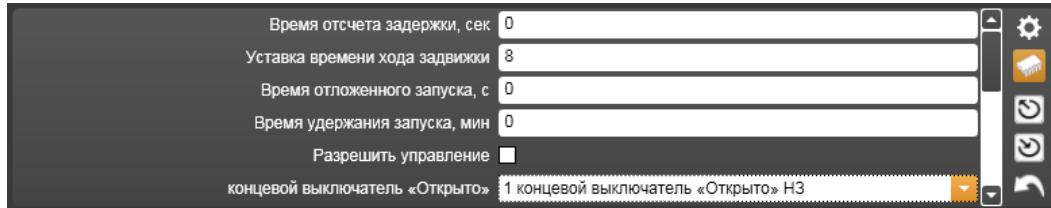

Рисунок 21.29 – Настройка параметров Задвижки (ШУЗ)
**концевой выключатель «Открыто» Н3.** Остальные текстовые поля и поля выбора оставить в состоянии «по умолчанию» (Рисунок 21.29).
Далее, для того чтобы настроить параметры **Задвижки** (ШУЗ), открывающей поступление воды из питающего водопровода, необходимо выделить строку устройства ШУЗ с адресом **1.20**, под рабочей областью в поле свойств устройства щелкнуть на кнопке – **Параметры устройства** и в открывшееся текстовое поле **Установка времени хода задвижки** вместо **1** вписать **8**, а в поле выбора **концевой выключатель «Открыто»** выбрать **1 концевой выключатель «Открыто» Н3**. Остальные текстовые поля и поля выбора оставить в состоянии «по умолчанию» (Рисунок 21.29).